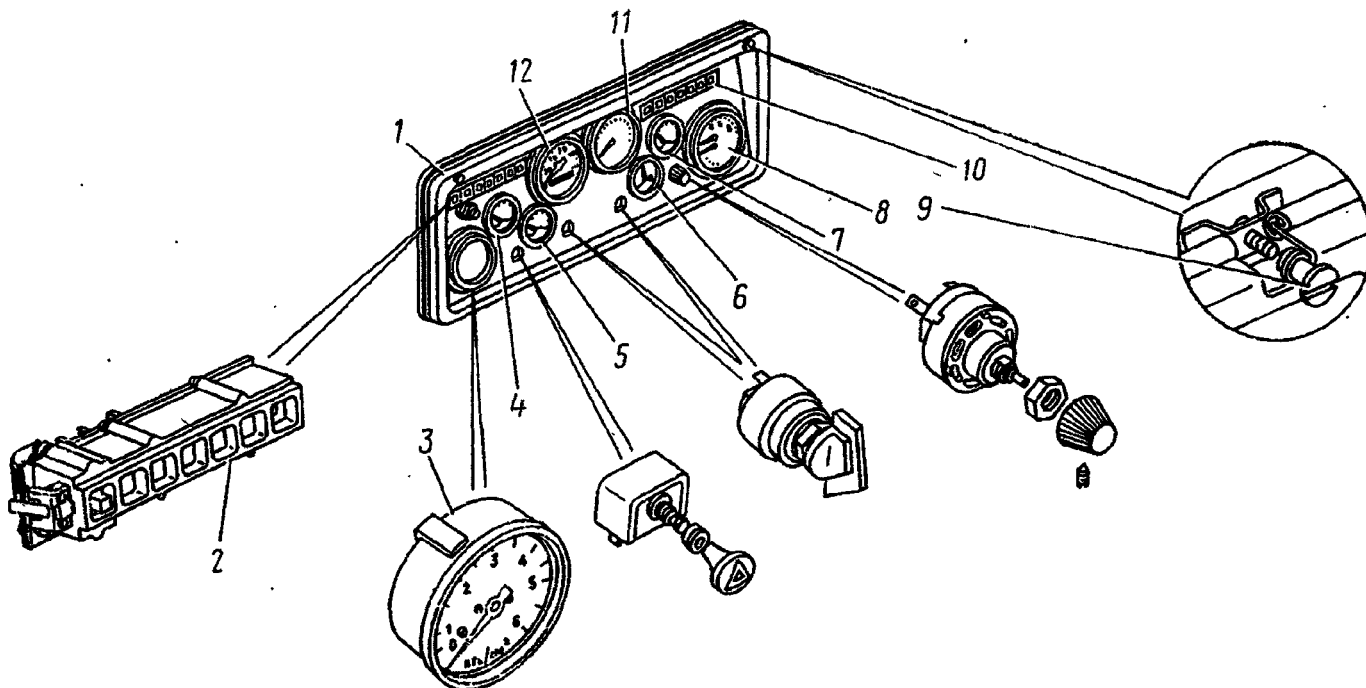

Рис. 73. Панель приборов:
2. Выверните винты 9 (рис. 73) крепления и отклоните панель приборов	Отвертка